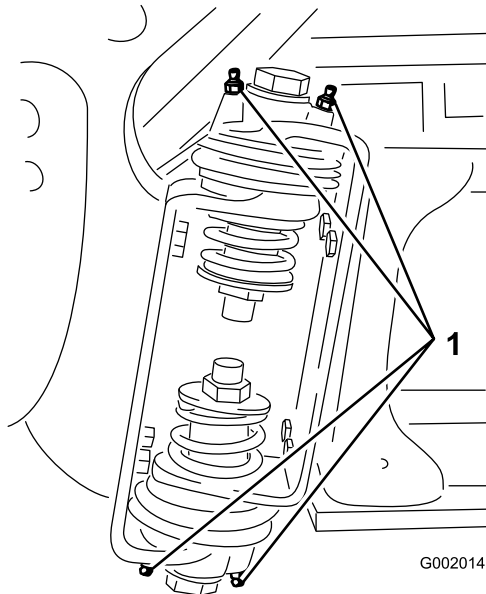

Figura 100
2. Pompate del grasso nel raccordo di ogni cuscinetto o boccola Figura 100.